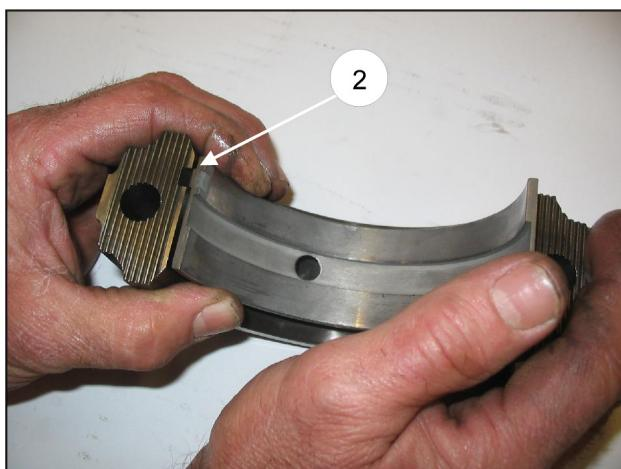

Fig. 6/a
Caso se tenha procedido à desmontagem dos suportes da guia do pistão, verifique antes de sua montagem o correto posicionamento dos anéis OU da vedação (pos. ①, Fig. 6/b), se necessário substitua-os.